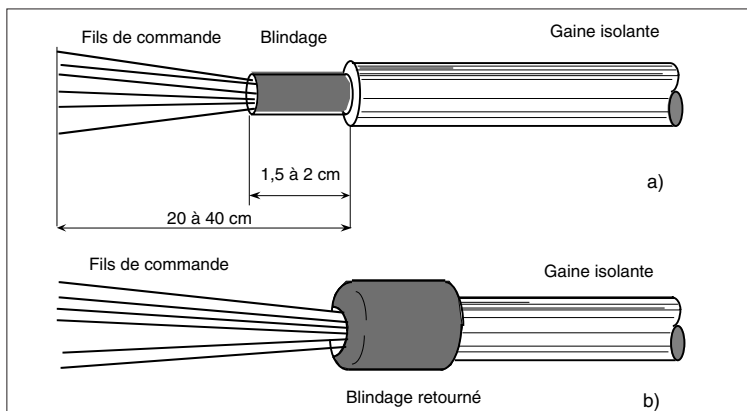

Figure 3-5 Dénudage du câble de commande
- **Dénuder** le câble blindé comme expliqué sur la figure 3-5,a.
- **Retourner** le blindage sur la gaine isolante (figure 3-5,b)